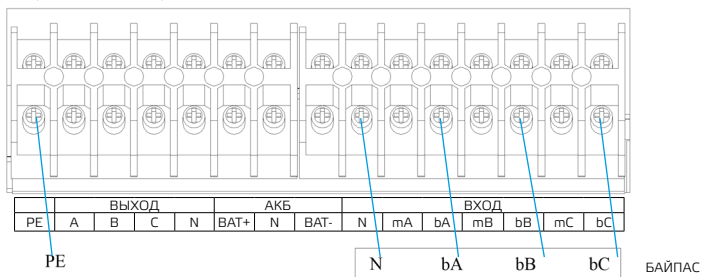

Рис. 3-20 Схема подключения байпасного входа 10 кВА / 20 кВА
- Удалите все медные шины, подключите только кабель байпас (без входа / выхода / батареи), как показано на рис. 3-20 и рис. 3-21.